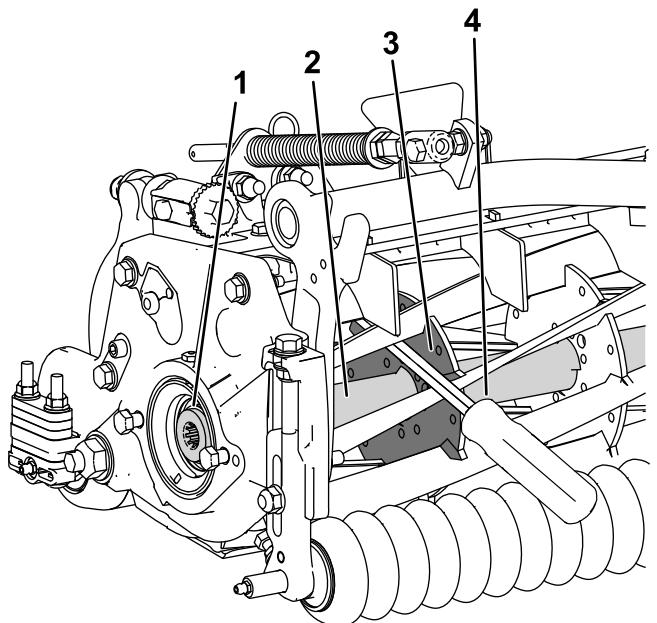

図 32
- 長い柄のバール9 mm x 30 cm 程度のドライバータイプのもの。握りのついているものがよいを用意する。バールは、トルク作業を行う側に近い側で、リールの前から差し込むようにする図 32。
- リール補強版の溶接側からバールを入れる図 32と。